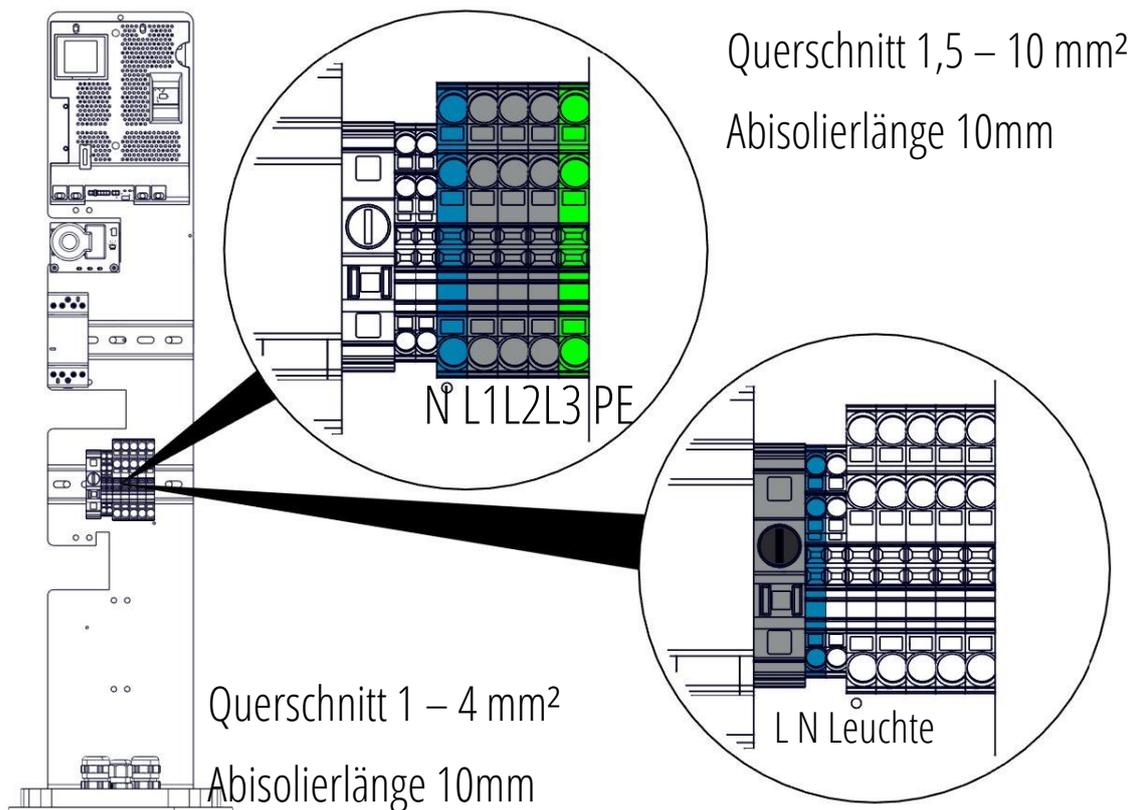

Abbildung 3 Anschlussposition der Zuleitung
2. Die Zuleitung der Laderegulung gemäß **Abbildung 3** anschließen und diese anschließend mittels Kabelverschraubung zugentlasten und abdichten.
3. Die Zuleitung der Leuchte gemäß **Abbildung 3** anschließen und diese anschließend mittels Kabelverschraubung zugentlasten und abdichten.